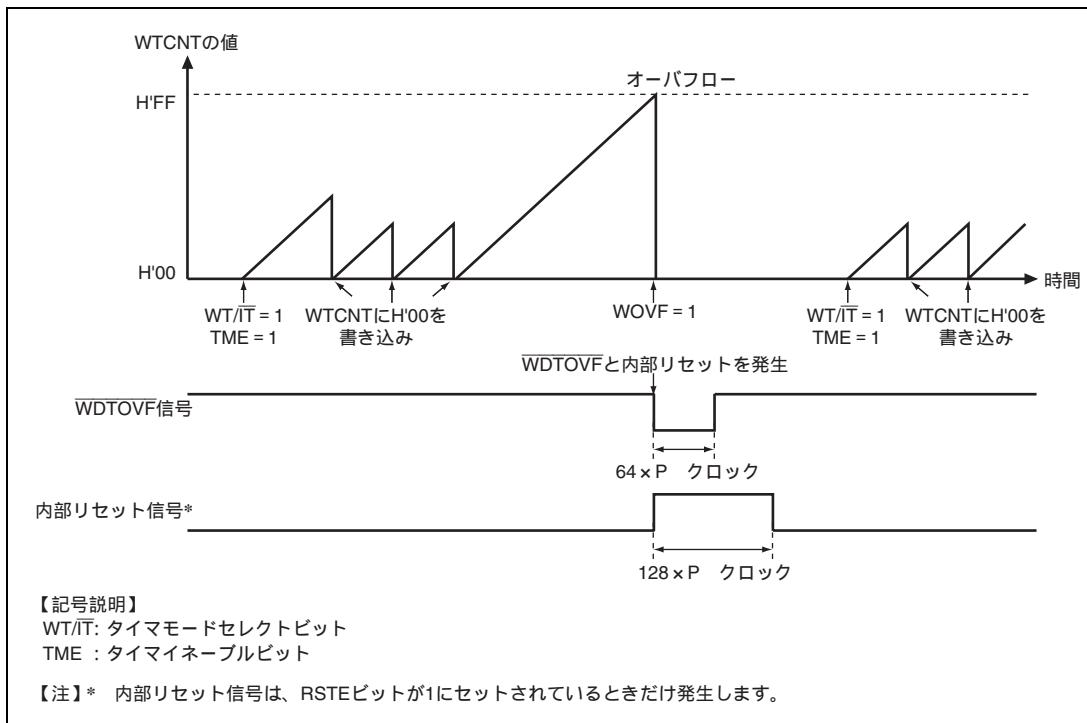

図 13.4 ウオッチドッグタイマモード時の動作
- カウンタがオーバフローすると、WDTはWRCSRのWOVFを1にセットして、WDTOVF信号が外部に出力されます。これを図13.4に示します。このWDTOVF信号を用いて、システムをリセットすることができます。